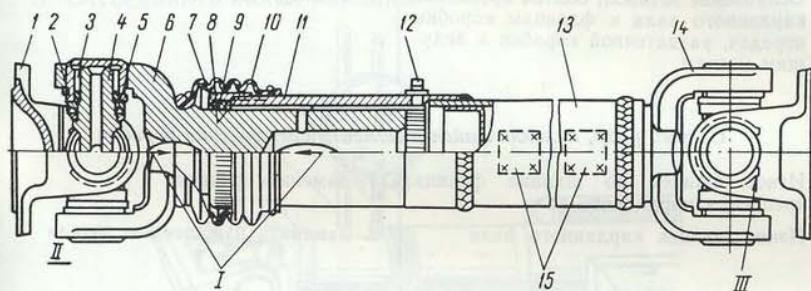

Рис. 141. Карданный вал заднего моста:
В отверстия вилок 6 и 14 (рис. 141) установлены игольчатые подшипники 3, внутри которых находятся шипы крестовины 4.
1. Снять крепление защитной муфты 10 (рис. 141) и сдвинуть ее к вилке 6.
2. Отвернуть обойму 7 (рис. 141) сальника шлицевого соединения, разъединить шлицевое соединение вала, снять кольца 8, войлочный сальник 9 и защитную муфту 10.
3. Собрать карданный шарнир противоположного конца вала. Установить на скользящую вилку защитную муфту 10 (рис. 141), обойму 7 сальника, сальник 9 и кольца 8. Перед сборкой шлицевого соединения пропитать войлочный уплотнитель и смазать шлицы трансмиссионным маслом.
4. Собрать шлицевое соединение так, чтобы вилки карданов находились в одной плоскости; отклонение не более 5° . Для этого совместить метки-стрелки 1 (рис. 141).